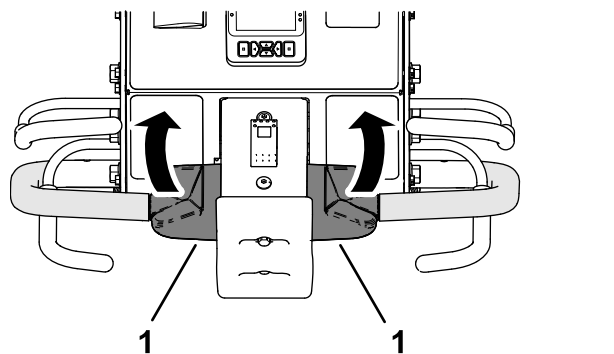

Figura 38
3. În timp ce inei maneta pentru prezenta operatorului i maneta de aerare, rotii partea superioară a comenzii de traciune spre înapoi (Figura 38).